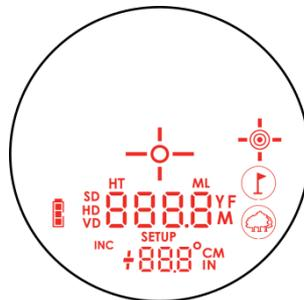

Abbildung 7
Abbildung 7 zeigt die LED-Sucheranzeige. Die interne Software des TruPulse 200X ist in Optionen untergliedert. Jede Option repräsentiert eine spezielle Mess- oder Setupfunktion und verfügt über einen zugehörigen Anzeigeindikator. Abbildung 7 und die Tabelle unten enthalten Informationen über die einzelnen Indikatoren.
2. Vergleichen Sie die Anzeige im Sucher mit Abbildung 7 (Seite 12), um zu überprüfen, ob alle Indikatoren korrekt funktionieren.